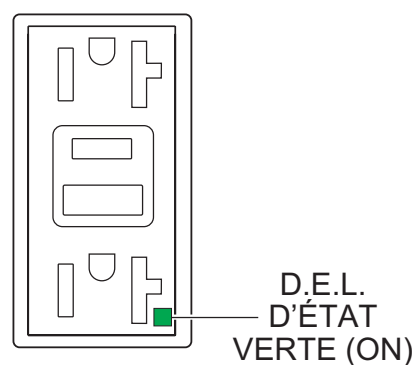

Figure 73. Réceptacle GFCI (ON)
3. Vérifiez que le **voyant d'état** du **réceptacle GFCI** correspondant (Figure 73) est **ALLUMÉE (VERT)**.